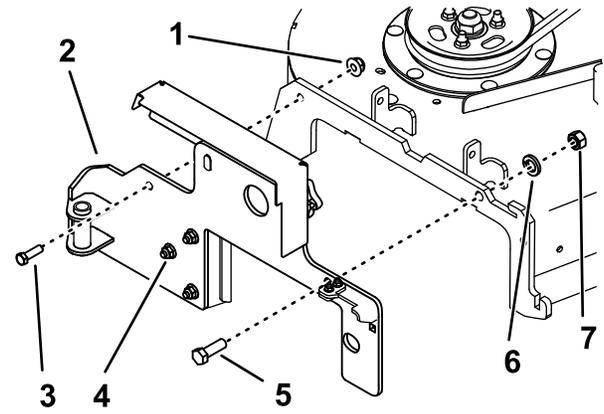

Figura 3
1. Instale el soporte del soplador en la carcasa usando 1 perno (1/2" x 1 1/2"), 1 arandela de freno, 1 tuerca (1/2"), 1 perno (3/8" x 1 1/4") y 1 tuerca (3/8"), según se muestra en Figura 3.
1. Instale el soporte del soplador en la carcasa usando 1 perno ($\frac{1}{2}$ " x $1\frac{1}{2}$ "), 1 arandela de freno, 1 tuerca ($\frac{1}{2}$ "), 1 perno ($\frac{3}{8}$ " x $1\frac{1}{4}$ ") y 1 tuerca ($\frac{3}{8}$ "), según se muestra en Figura 3.